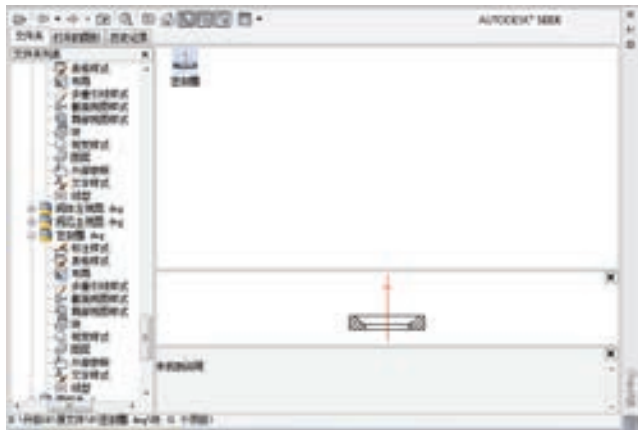

图9-15 “设计中心”对话框之密封圈
3) 插入“密封圈主视图”。选择菜单栏“工具”→“选项板”→“设计中心”命令，弹出“设计中心”对话框，在相应的文件夹中找出“密封圈”，并单击其下的“块”选项，右边的图框中出现该平面图中定义的块，如图 9-15 所示。